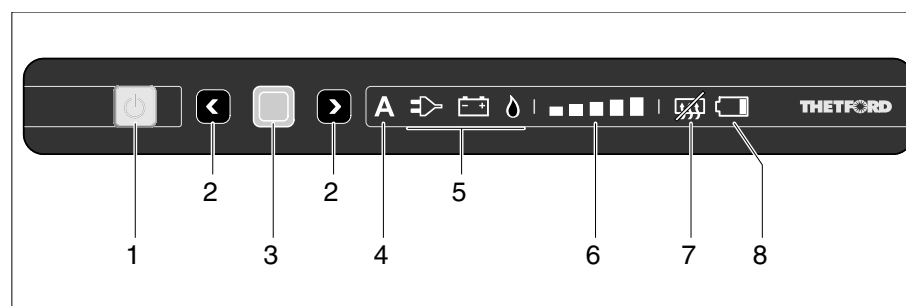

Fig. 337 Elementos de mando e indicación del frigorífico (Thetford sin SES)
- Presionar el pulsador (Fig. 337,1).
- Presionar el pulsador (Fig. 337,1) y retenerlo. Todas las luces de control se apagan.
Si se selecciona el funcionamiento automático, en el panel de mando se enciende el visualizador de funcionamiento automático (Fig. 337,4) y la mejor fuente disponible (Fig. 337,5).
- Pulsar la tecla de confirmación (Fig. 337,3) y retenerla. Los símbolos de modos de funcionamiento (Fig. 337,5) comienzan parpadear.
- Con las teclas de selección (Fig. 337,2) seleccionar el funcionamiento a gas y aceptar la selección con la tecla de confirmación (Fig. 337,3).
- Con las teclas de selección (Fig. 337,2) seleccionar el funcionamiento con 230 V y aceptar la selección con la tecla de confirmación (Fig. 337,3).
- Con las teclas de selección (Fig. 337,2) seleccionar el funcionamiento con 12 V y aceptar la selección con la tecla de confirmación (Fig. 337,3).
- Pulsar de nuevo la tecla de confirmación (Fig. 337,3). El visualizador de niveles de refrigeración (Fig. 337,6) comienza a parpadear.
- Con las teclas de selección (Fig. 337,2) seleccionar el nivel de refrigeración deseado y aceptar la selección con la tecla de confirmación (Fig. 337,3).